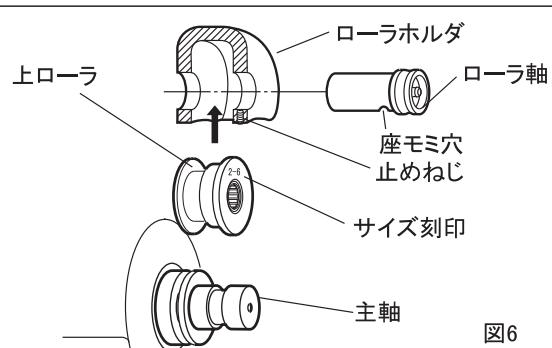

図6
- 3.取り付けはローラのサイズ刻印が手前になる向きでセットし、軸の座もみ穴を止めねじでしっかりとロックします。(図6)